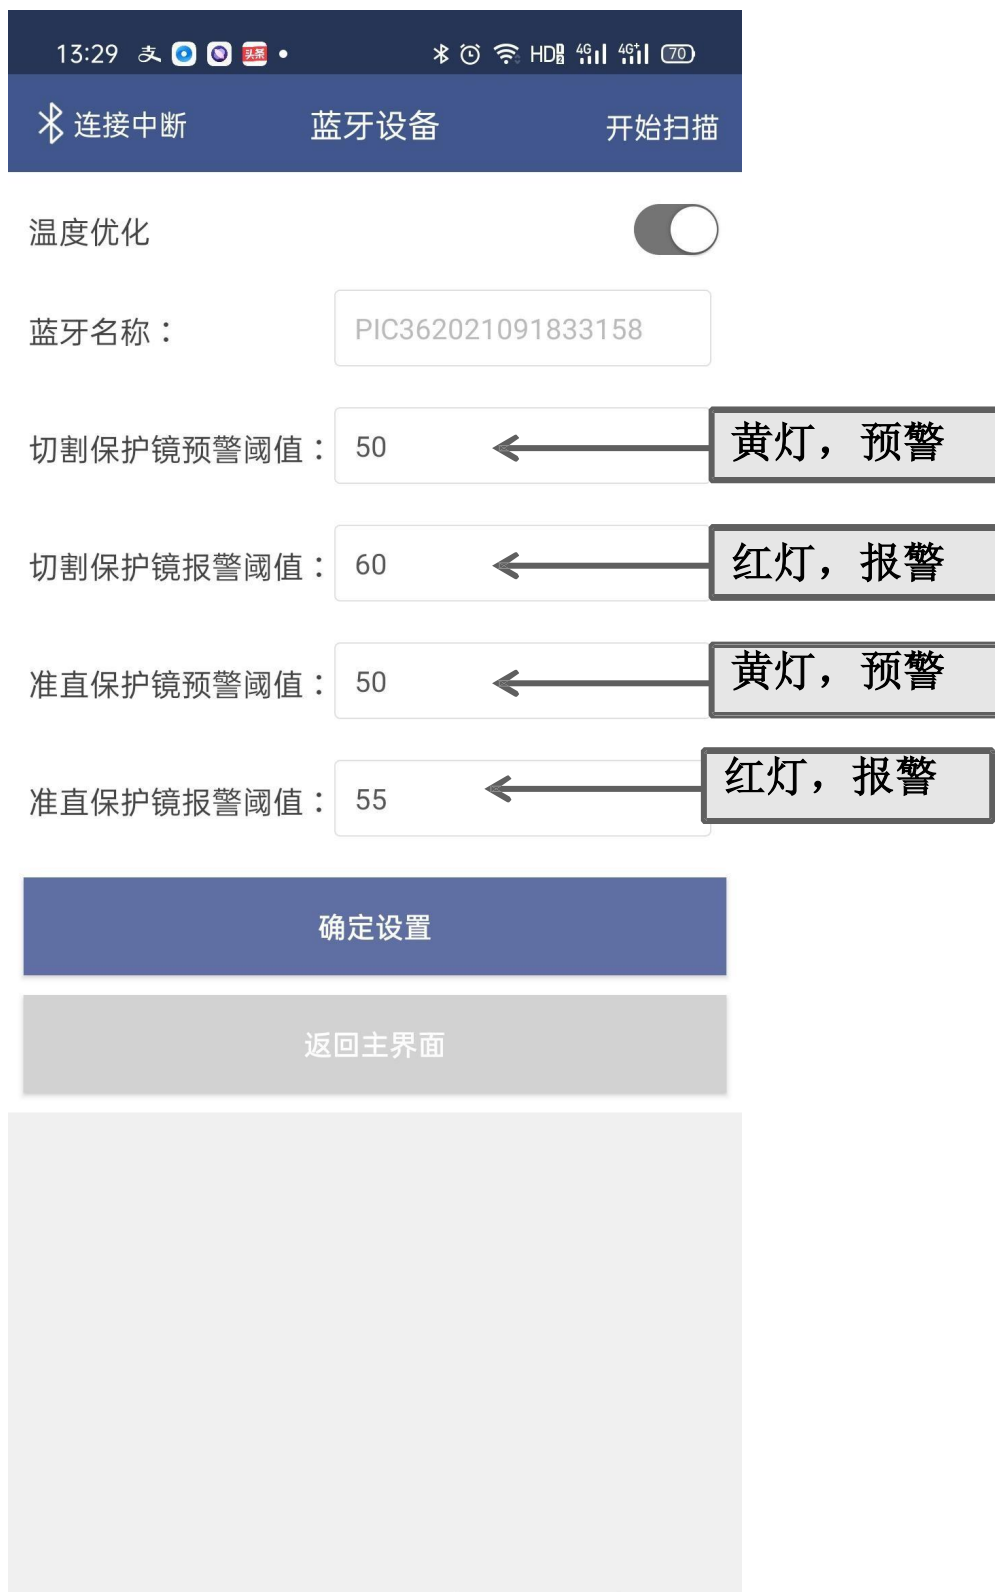

图3.3
- ① 此款APP软件具有温度设置功能，可根据实际应用设置不同温度阈值。击厂商设置选项，密码：**85225225**，就可进入设置温度界面，如图3.3所示。
- ② 进入温度设置界面，可根据实际情况设置温度，预警值必须低于报警值，设置完成后点击确定设置按钮，如下图3.3所示：